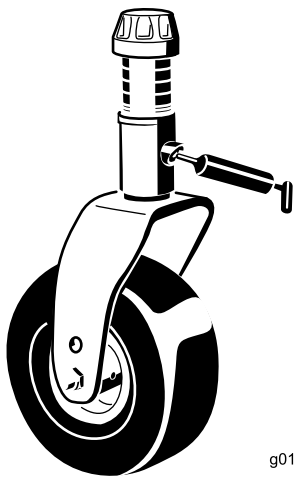

Figura 87
- Um casquilho de eixo da forquilha da roda giratória (Figura 87)